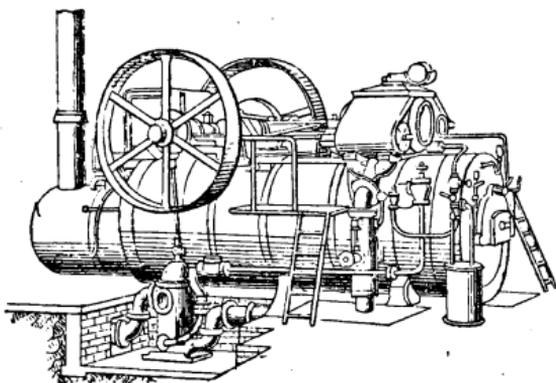

Fig. 410.
**MOTEUR A VAPEUR** (fig. 410). Cette machine est une de celles qui doivent être conduites et entretenues avec le plus grand soin, tant par économie que par les accidents qui peuvent en résulter. La chaudière doit être considérée comme une partie essentielle du moteur.